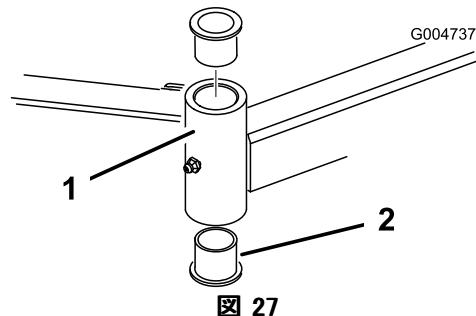

図 27
4. ピンポンチを使って、チューブの上または下からブッシュをたたき出す(図27)。他のブッシュも、同様にしてチューブから取り外す。チューブの内部をきれいに清掃する。